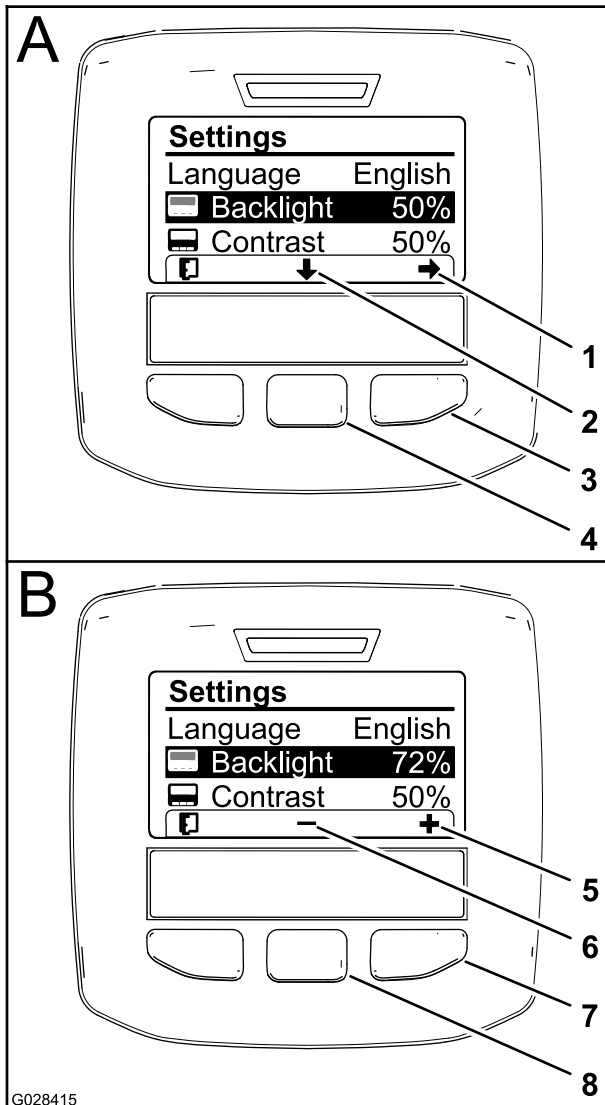

Figura 63
abajo en la pantalla) para mover la opción seleccionada hacia abajo a Retroiluminación (Figura 63).
- Pulse el botón de selección derecho para mostrar el menú contextual Ajuste de valor (Figura 63).
- Utilice el botón de selección central y el botón de selección derecha para cambiar el nivel de brillo de la pantalla (Figura 63).
- Pulse el botón de selección izquierdo (el botón situado debajo del icono de lista de la pantalla) para guardar la selección, salir del menú Retroiluminación y volver al menú Configuración (Figura 63).
- Para ajustar el nivel de contraste de la pantalla, pulse el botón de selección central (el botón situado debajo del icono de flecha abajo en la pantalla) para mover la opción seleccionada hacia abajo a Contraste (Figura 63).
- Pulse el botón de selección izquierdo (el botón situado debajo del icono de Lista de la pantalla) para guardar la selección, salir del menú Contraste y volver al menú Configuración (Figura 63).
- Pulse el botón de selección izquierdo para salir del menú Configuración y volver al Menú principal (Figura 61 y Figura 63).
- Pulse el botón de selección izquierdo para volver a la pantalla de Inicio (Figura 63).